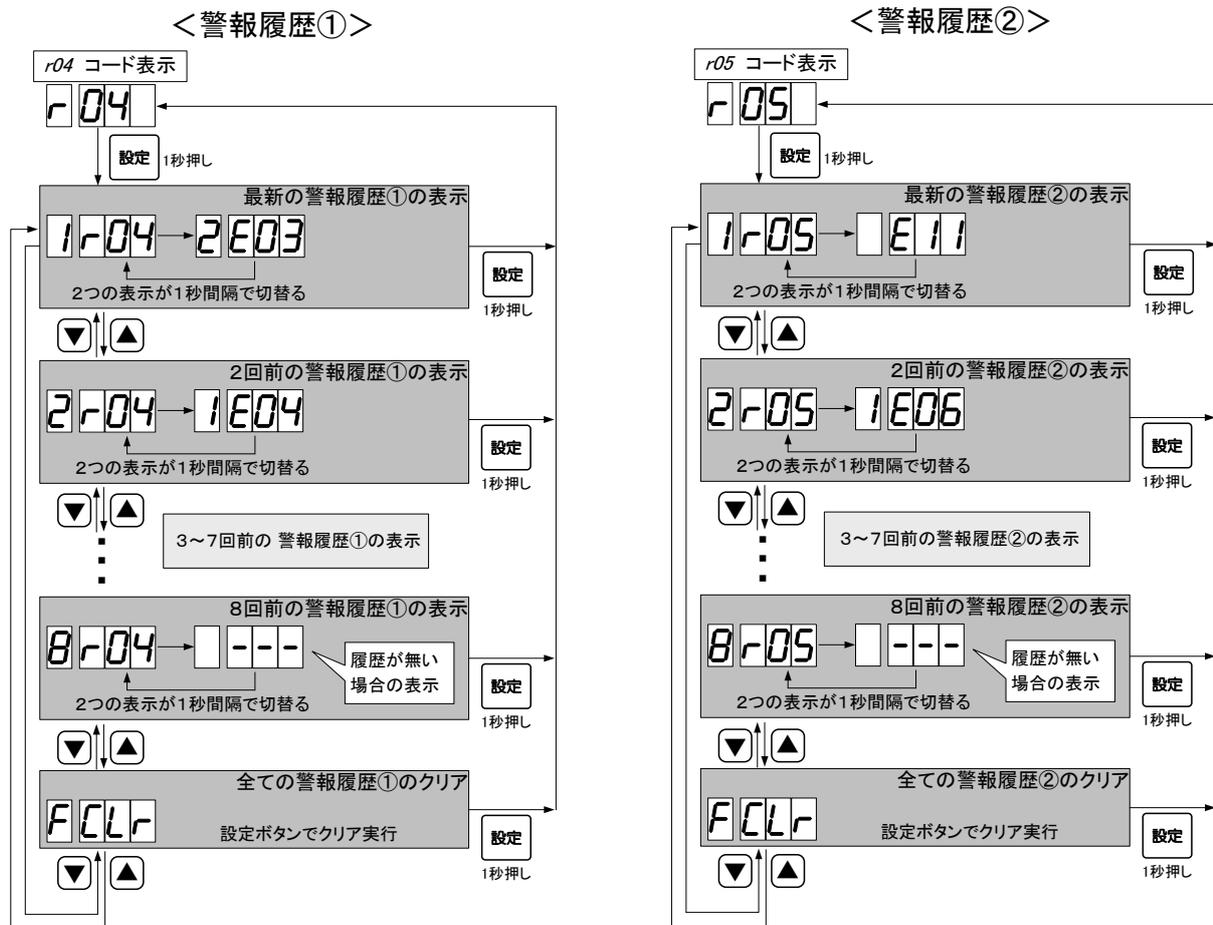

図 36 警報履歴①と②の表示例
- ・ 警報履歴①は、コード r04 で、確認することができます。
- ・ 図 36 に、表示例を示します。
- ・ 警報履歴②は、コード r05 で、確認することができます。
- ・ 保存される警報は、警報履歴①以外(※)です。警報の内容及び、コード表示については、「**8**故障の原因と対策」を参照ください。